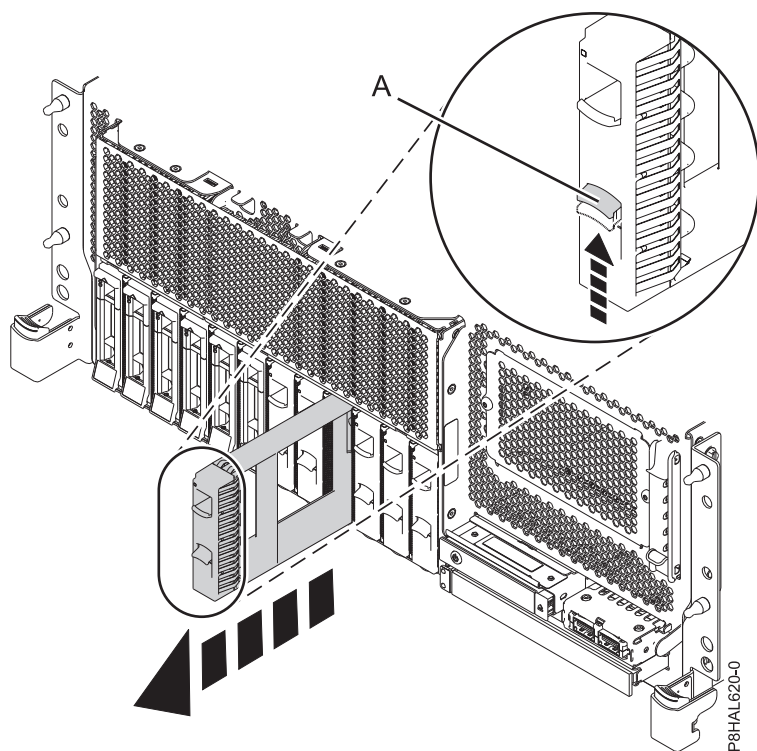
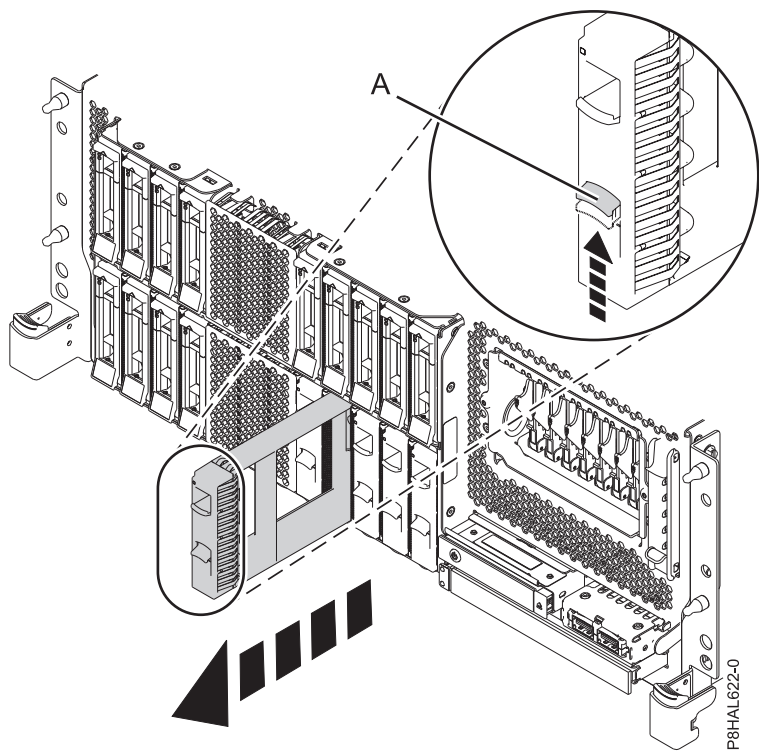

Figure 133. Retrait d'un obturateur d'unité de disque d'un système à fonction de base monté en armoire
Figure 134. Retrait d'un obturateur d'unité de disque d'un système à fonction étendue monté en armoire
3. Appuyez sur le verrou (A) situé sur la poignée de l'obturateur dans la direction indiquée à la figure 133, à la figure 134, à la page 146, à la figure 135, à la page 147 et à la figure 136, à la page 148.